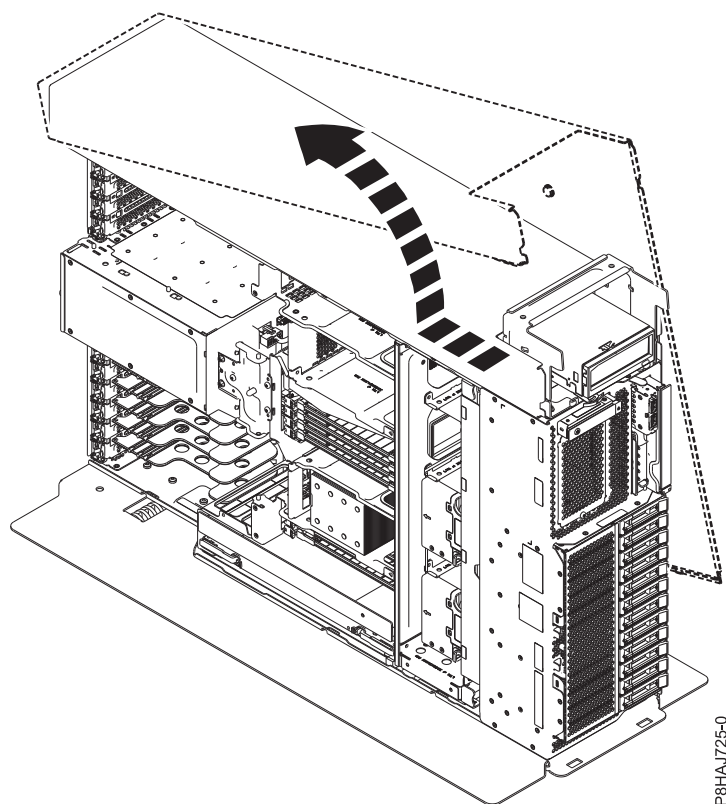

Figura 14. Remover a tampa frontal 8286-41A
5. Deslize a tampa lateral para fora do sistema na direcção apresentada em Figura 14.